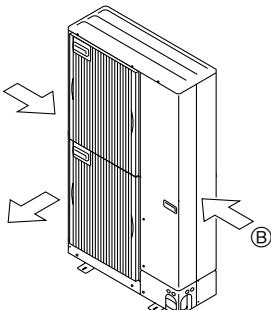

Fig. 2-16
- ② Posicione a unidade de forma a que o ar seja libertado perpendicularmente à direcção do vento, se possível. (Fig. 2-16)